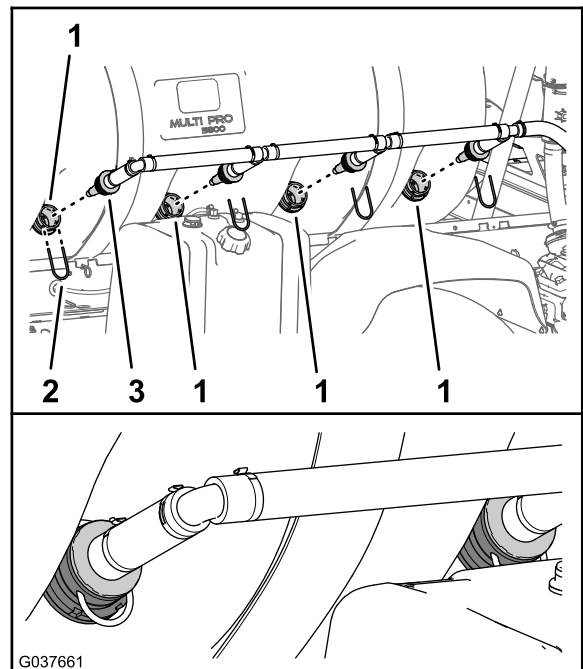

図 56
4. 攪拌ノズルアセンブリの4つのノズルを、液剤タンクのバルクヘッドフィッティングに入れる 図 56。